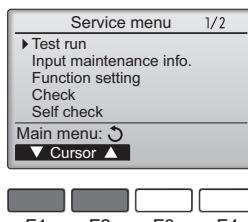

Fig. 7-3
③ С помощью кнопки [F1] или [F2] выберите пункт "Test run" (Тестовый прогон) и нажмите кнопку ⌂. (Fig. 7-3)